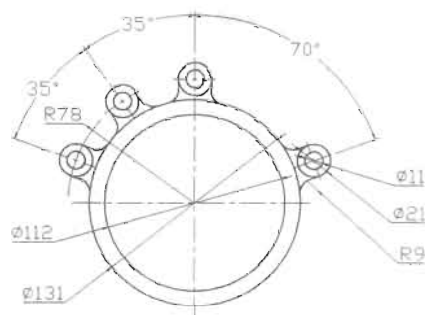

图 5-197
(2) 绘制如图 5-197 所示的图形, 主要是练习圆的绘制方法和圆角命令的应用。